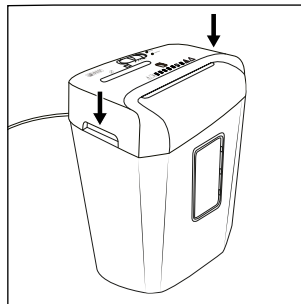

Abb. 2
- ◆ Fassen Sie den Schneidaufsatz **6** an beiden integrierten Tragemulden **8** und setzen Sie ihn so herum auf den großen Auffangbehälter **12**, dass das Netzkabel **1** nach hinten und das Sichtfenster **11** des großen Auffangbehälters **12** nach vorne zeigt (siehe Abb. 2).